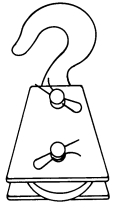

Figura 16
3. USE UN BLOQUE DE POLEAS PARA CARGAS PESADAS. Para aumentar la vida del cabrestante y del cable de alambre, use un bloque de poleas para tirar con línea doble las cargas más pesadas. (Figura 16)